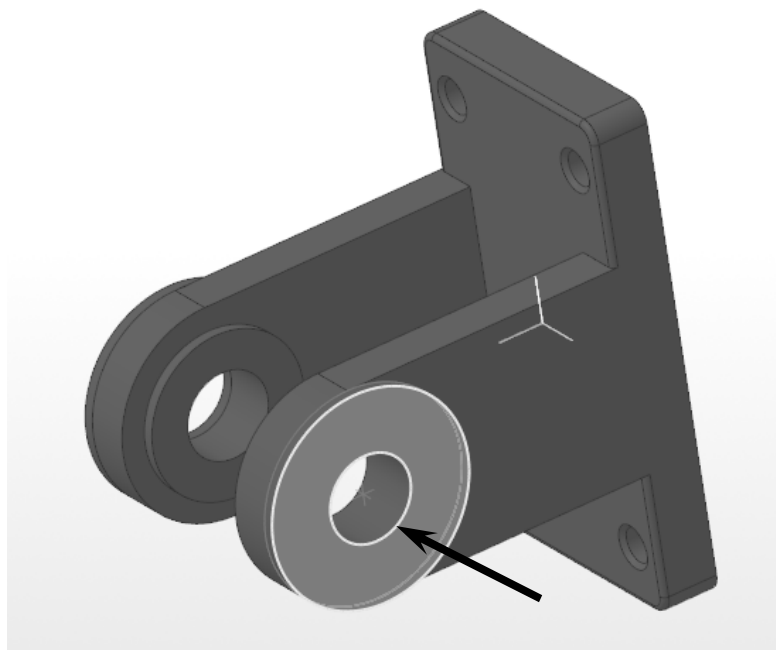

Рис. 2.17. Результат выделения грани для построения эскиза
1. На внешней бобышке требуется построить два глухих отверстия с фаской $1,6 \times 45^\circ$ и резьбой $M6 \times 1$ по ГОСТ 24705–2004. Для этого укажите боковую грань, как показано на рисунке, и создайте эскиз (рис. 2.17).